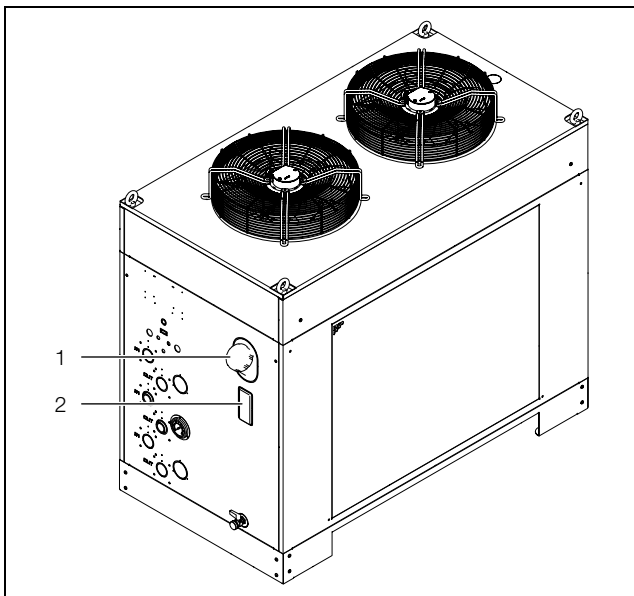

Abb. 25: Kühlmedium einfüllen
- Befüllen Sie den Chiller über den Befüllstutzen (Abb. 25, Pos. 1) des Tanks mit Kühlmedium.
- Kontrollieren Sie den Füllstand am Behälter durch die Öffnung in der Verkleidung (Abb. 25, Pos. 2).